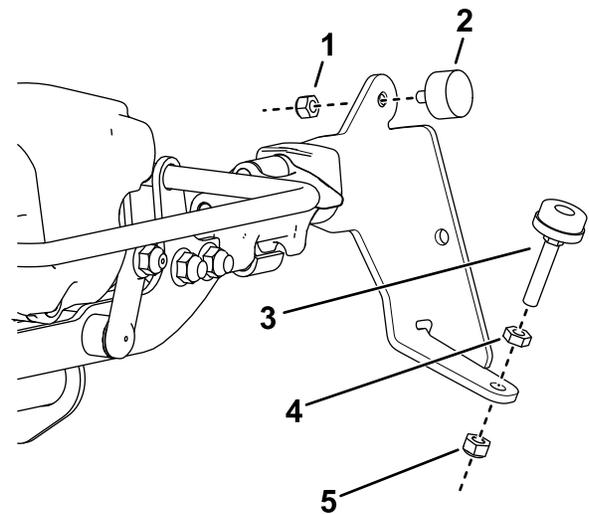

Figure 5
3. Fixez une butée en caoutchouc sur chacun des supports de la brosse à l'aide d'un contre-écrou (1/4"), comme montré à la Figure 5.
4. Installez une vis de réglage sur chacun des supports de la brosse comme montré à la Figure 5.